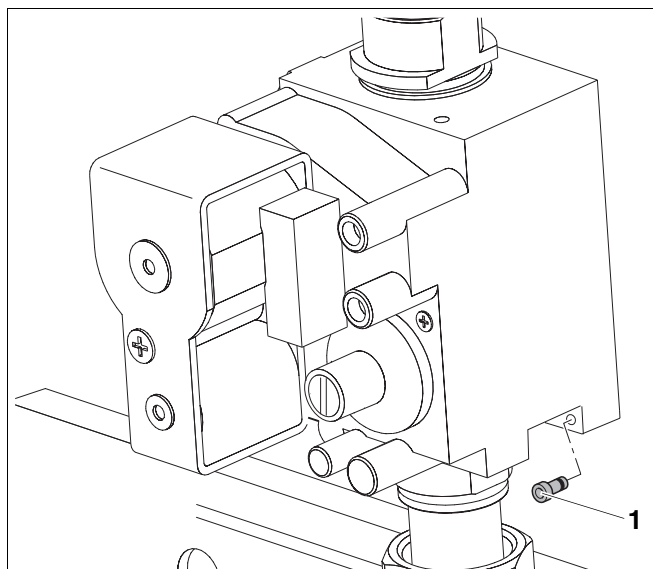

Abb. 48 Flüssiggasadapter einbauen bzw. ausbauen
- Flüssiggasadapter mit Dichtung (Abb. 48, **Pos. 1**) einstecken.
- Flüssiggasadapter (Abb. 48, **Pos. 1**) herausnehmen.